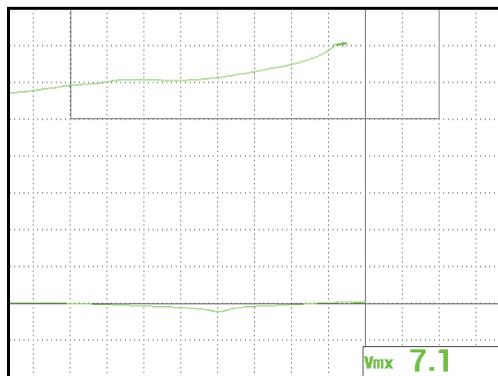

图 5-27 全屏模式下的信号
8. 按冻结键 (❄️), 解冻采集功能, 然后按全屏/下一组键 (➡️), 切换到全屏模式 (参见第 134 页的图 5-27)。